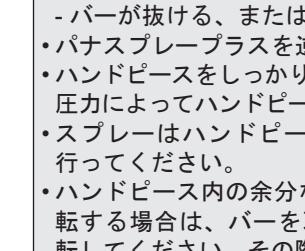

図 23
- 1 パナスプレープラスのノズル部に、スプレーに付属されているノズルチップを取り付けます（図 23）。
- 2 スプレー缶を3～4回振り、プッシュボタンを軽く押しながらバー挿入口へ直接約4秒スプレー注油を行いチャック内を清掃します（図 23）。